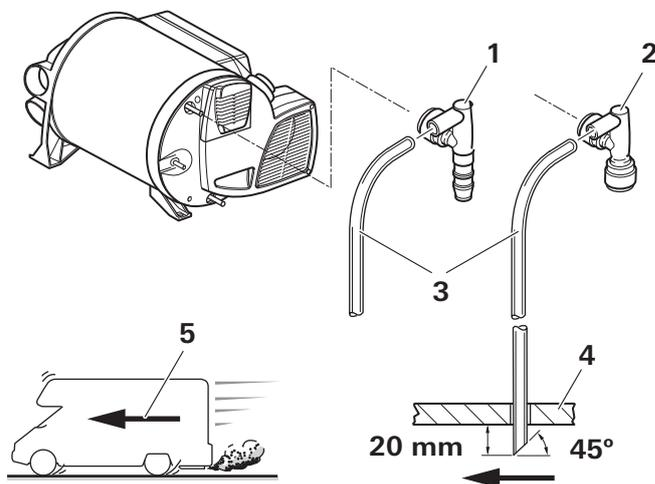

Fig. 35
- ▶ Guider le tuyau d'aération par un trou dans le plancher du véhicule et découper environ 20 mm sous le plancher du véhicule 45° à l'oblique par rapport au sens de la marche (Fig. 35).
- Étanchéifier par le bas le vide entre le tuyau et le trou avec un mastic d'étanchéité plastique (Fig. 35).